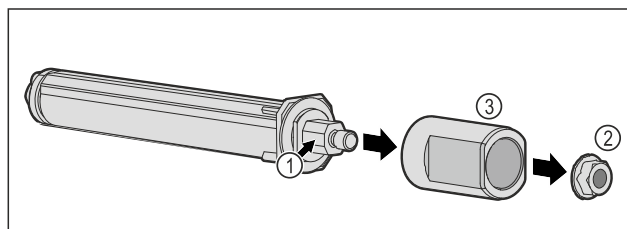

Fig. 58
- ▶ Deursluitsysteem Fig. 58 (1) niet demonteren.
- ▶ Moer Fig. 58 (2) verwijderen.
- ▶ Huls Fig. 58 (3) verwijderen.